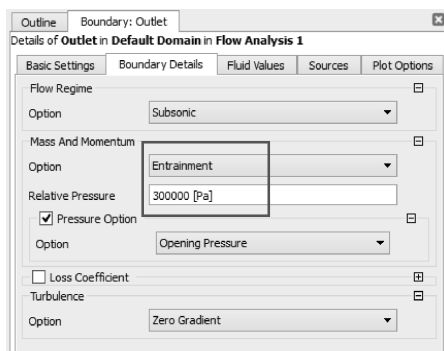

图 11-76 编辑出口设置
(4) 在导航树上右键单击【Outlet】→【Edit】, 在边界详细信息选项中的质量与动量【Mass and Momentum】栏里相对压强【Relative Pressure】为 300000Pa, 其他为默认, 单击【OK】确定, 如图 11-76 所示。